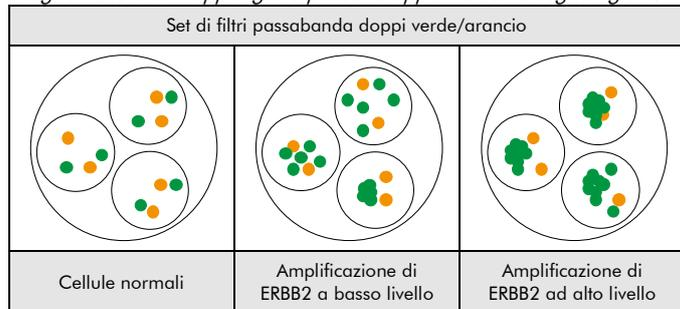

Fig. 2: Risultati attesi in situazione normale e aberrante
**Situazione normale:** Nelle interfasi di cellule normali o di cellule senza amplificazione che coinvolgono la regione del gene ERBB2, compaiono due segnali verdi e due arancioni (vedere Fig. 2).
**Situazione aberrante:** Nelle cellule con un'amplificazione della regione del gene ERBB2 si osserva un numero maggiore di segnali verdi o di gruppi di segnali verdi (vedere Fig. 2).